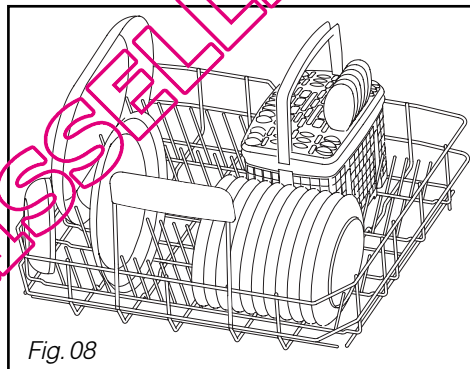

Fig. 08
- Evitez d'intercaler, d'accoler et de superposer les assiettes plates et creuses. (Fig. 08)